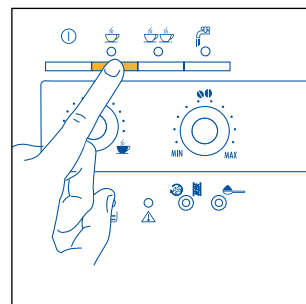
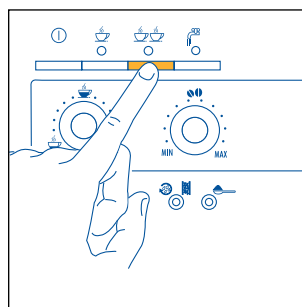

Fig.12
Fig. 13
- 5) Presione el botón ☕ (fig. 12) si prefiere hacer un café o el botón ☕☕ (fig. 13) si prefiere hacer dos cafés. *Ahora la máquina molitura los granos, realiza una breve pre-infusión y después completa la erogación en la taza.*
NOTA 4: Mientras la máquina está haciendo el café, es posible detener la erogación en cualquier momento presionando el botón ☕ (fig. 12) o ☕☕ (fig. 13) antes seleccionado.
NOTA 5: ni bien se haya concluido la erogación, si quiere aumentar la cantidad de café en la taza, basta con mantener apretado el botón ☕ (fig. 12) o ☕☕ (fig. 13) antes seleccionado hasta obtener la cantidad deseada (esta operación debe realizarse transcurridos 3 segundos desde que concluyó la erogación).